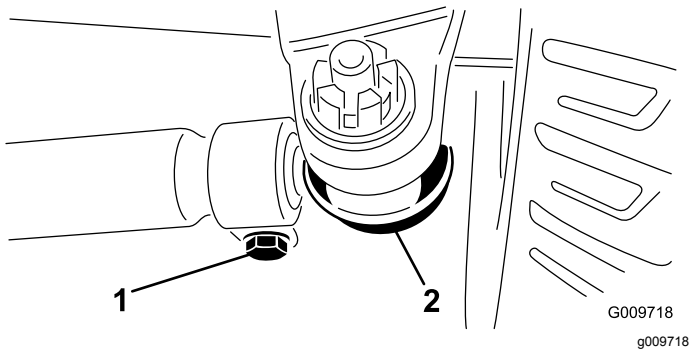

図 62
2. 調整が必要な場合は、タイロッドのボールジョイントのコッターピンとナットを外す 図 62。アクスルケースサポートからタイロッドのボールジョイントを外す。
3. タイロッド両側のクランプをゆるめる 図 62。